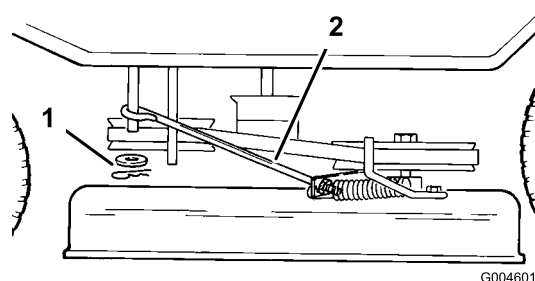

Bild 40
11. Fjern låseclipsen og skiven fra skæreknivens styrearm på venstre side af plæneklipperen (Bild 40).
17. Monter skæreknivens styrestang på skæreknivens styrearm, og fastgør den med skiven og låseclipsen (Bild 40).